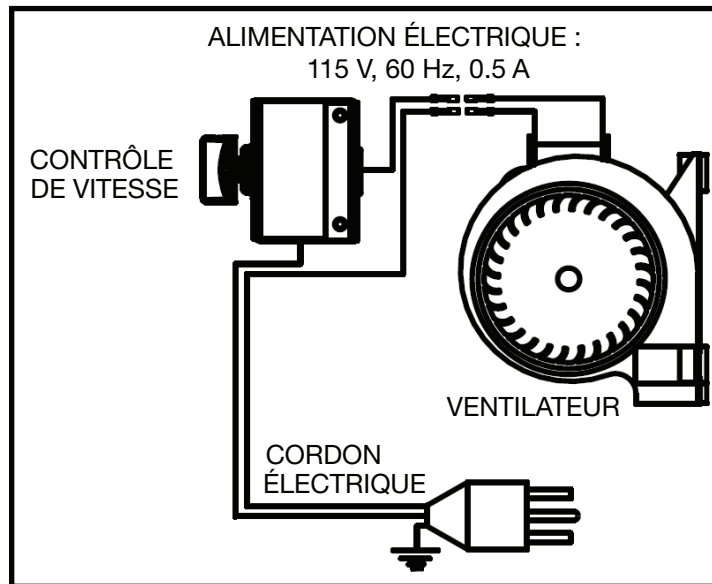

Figure 9: Blower connexion électrique.
2. Avec les mêmes 4 vis, placez le ventilateur dans l'ouverture du panneau arrière, en dirigeant la sortie du ventilateur vers le haut. (Fig. 9)